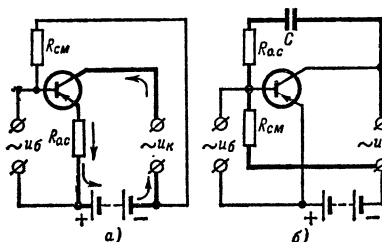

Рис. 61. Применение к транзисторам обоих методов создания обратной связи, показанных на рис. 60.
и по напряжению (рис. 61). Различают также последовательную и параллельную обратную связь1.
**Н.** — Позволь мне разобраться в них самому. На твоей первой схеме (рис. 61, а) резистор  $R_{0.c}$  — общий для цепей базы и коллектора подобно тому, как на моей ламповой схеме (рис. 60, а) тот же резистор — общий для цепей сетки и анода.
Л. — Ты прекрасно проанализировал создавшееся положение. Перейдем теперь ко второй схеме (рис. 61, б).
**Л.** — Так же, как только что рассмотренная параллельная обратная связь в схеме на рис. 61, б. Ее даже можно измерить; для этого нужно изменять напряжение коллектора и измерять возникающие изменения напряжения базы. Практически изменение напряжения  $u_б$  в несколько тысяч раз меньше вызывающего его изменения напряжения  $u_к$ . Иначе говоря, коэффициент внутренней обратной связи имеет в среднем величину 0,05%. Его обозначают греческой буквой  $\mu$  (ми) или чаще символом  $h_{12}$ .
**Л.** — В известной мере да, когда они создают обратную связь и по постоянному току (схемы, показанные на рис. 61, б и 62, под этот случай не попадают). Но в принципе для этой цели нужна более глубокая обратная связь.